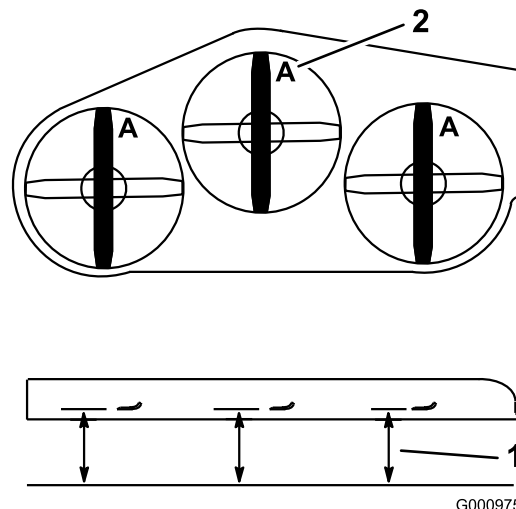

Figura 78
3. Rode as lâminas até as suas extremidades se encontrarem viradas para a frente e para trás. Meça desde uma superfície nivelada até à extremidade de corte, posição **A**, das lâminas (Figura 78). Anote esta medida.